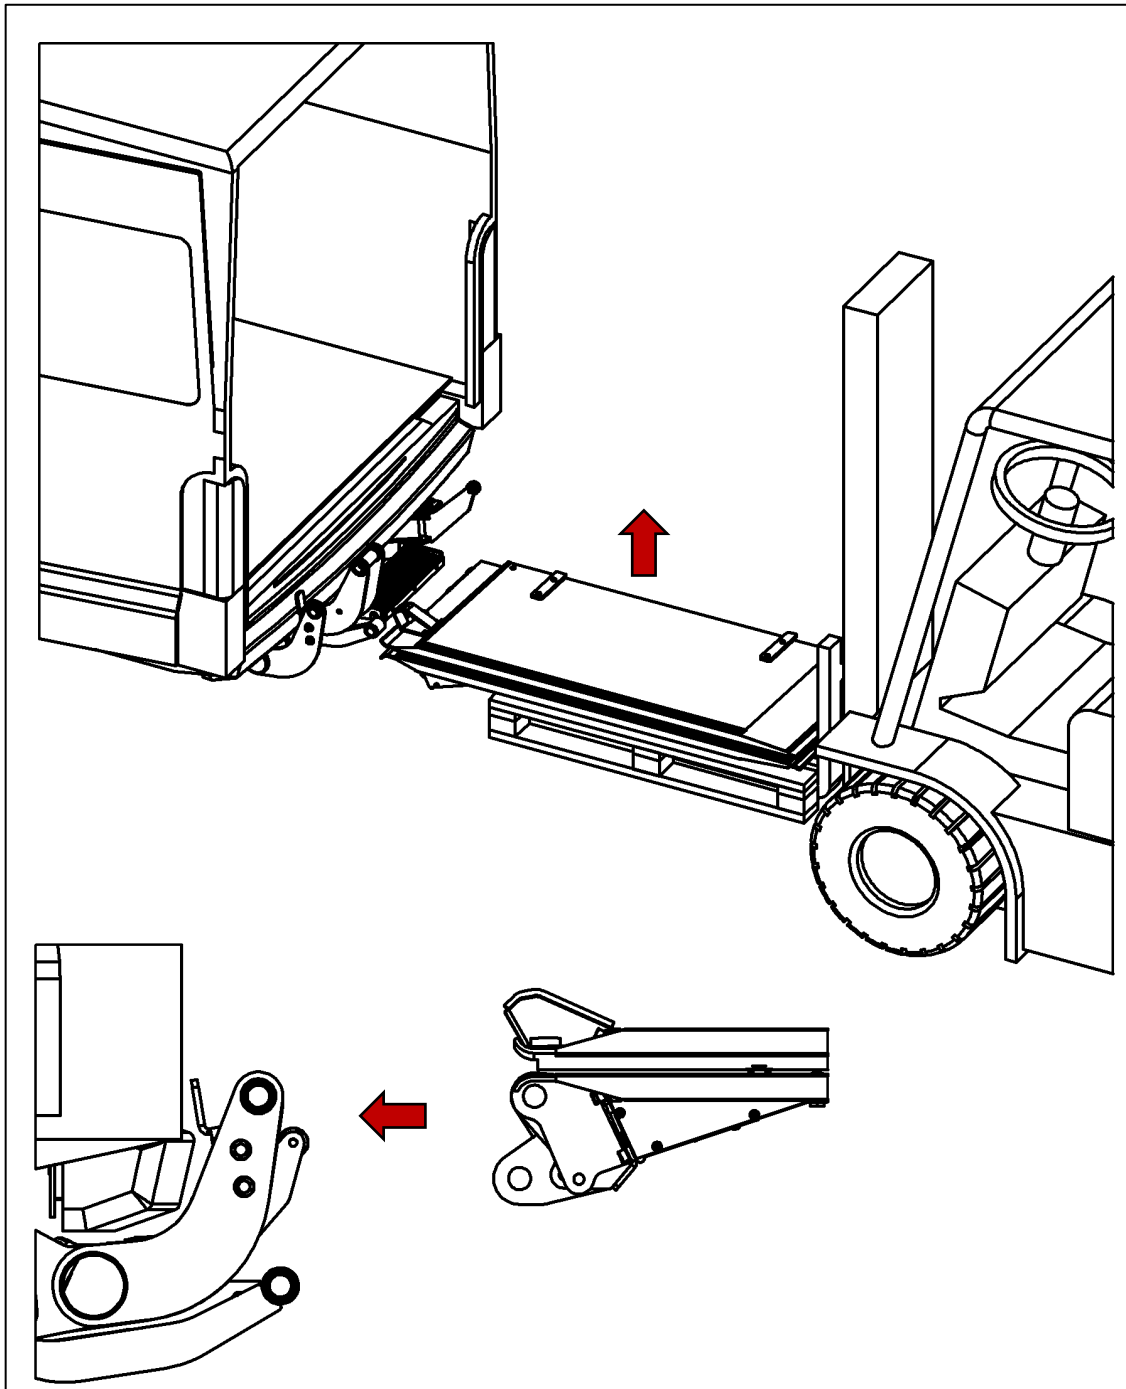

Abbildung 60
- Plattform mit geeigneten Mitteln mit z. B.: Kran, Montagetisch oder Hubwagen und Palette anheben (siehe Abbildung 60).